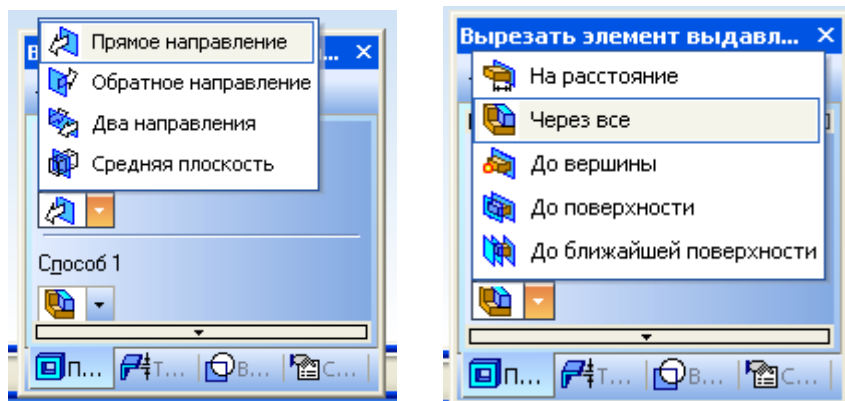

Рис. 44. Выбор параметров операции выдавливания на панели свойств
- на панели Свойств откройте список Направление построения и Способ построения (рис. 44);